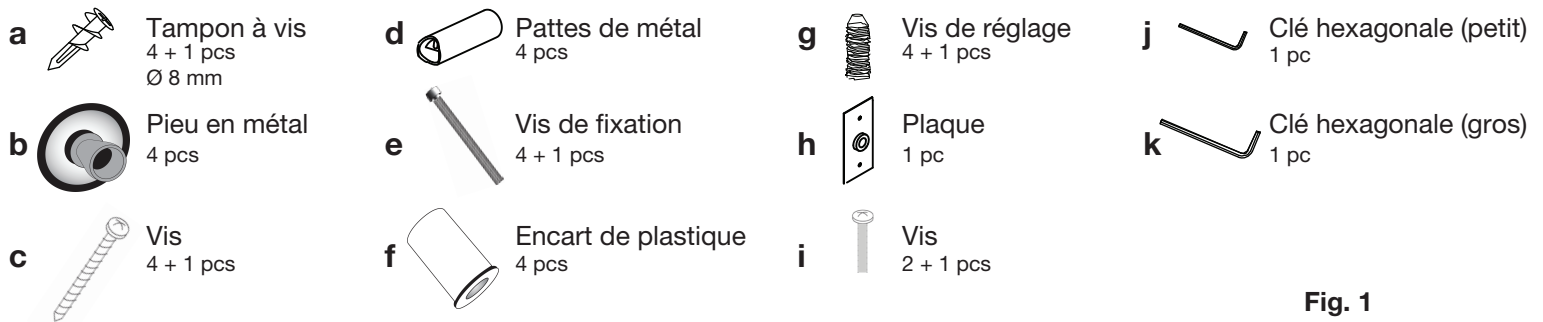

Fig. 1
Étape 1 : Vérification des pièces d'installation (Fig. 1)